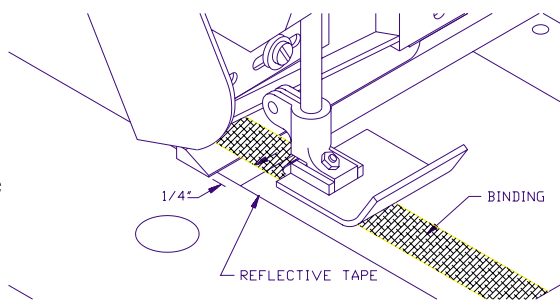

Fig. 3
- B** Cut a piece of the reflective tape approximately 1/4" square. Peel the backing from the tape and apply it to the left rear corner of the throat plate (Fig. 3).
- B** Corte un pedazo de la cinta reflectora de aproximadamente 1/4" cuadrada. Pele la cubierta de la cinta y pegue la cinta al rincón izquierdo posterior de la plancha de agujas (Fig. 3)